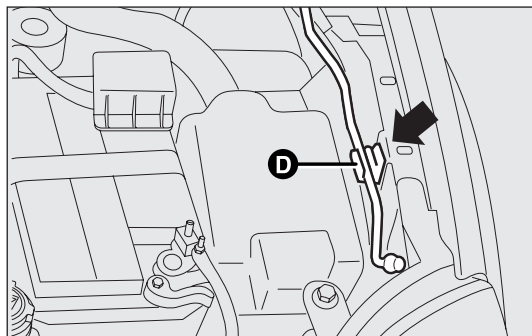
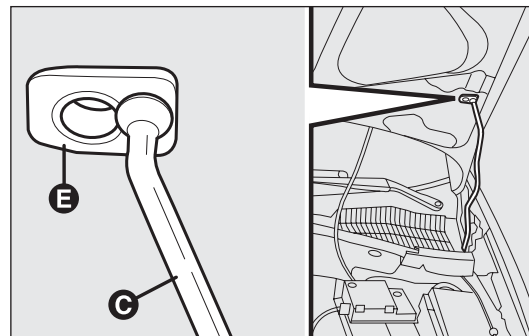

fig. 85
fig. 86
- soulever le capot et en même temps dégager la béquille de maintien D-fig. 85 de son dispositif de blocage, puis engager l'extrémité C-fig. 86 de la béquille dans l'emplacement E du capot.
- tenir le capot soulevé d'une main et de l'autre enlever la béquille C-fig. 86 du logement E et la remettre dans son dispositif de blocage D-fig. 85 ;